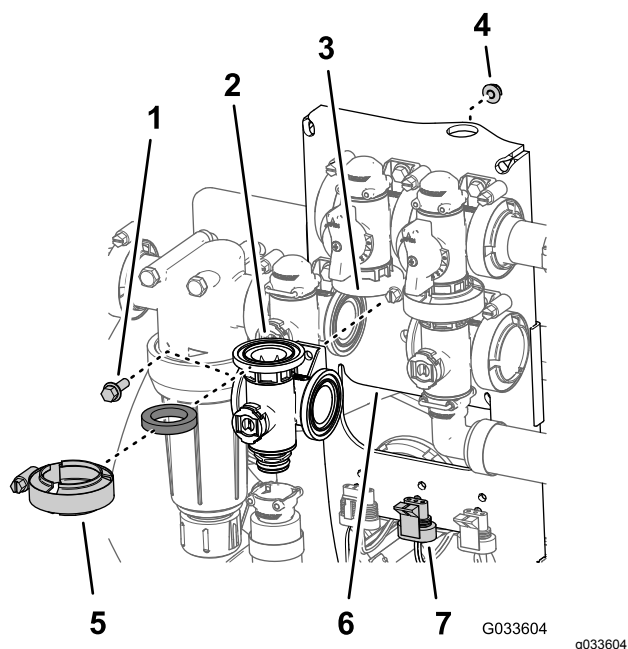

Figure 112
1. Alignez la bride du collecteur de la vanne d'agitation, un joint et la bride de la vanne de dérivation d'agitation (Figure 112).
- Montez la vanne d'agitation sur le support à l'aide du boulon à embase et du contre-écrou (Figure 112) que vous avez retirés à l'opération 3 de Dépose de la soupape du collecteur d'agitation \(page 76\), et serrez l'écrou et le boulon à un couple de 10 à 12 N·m.